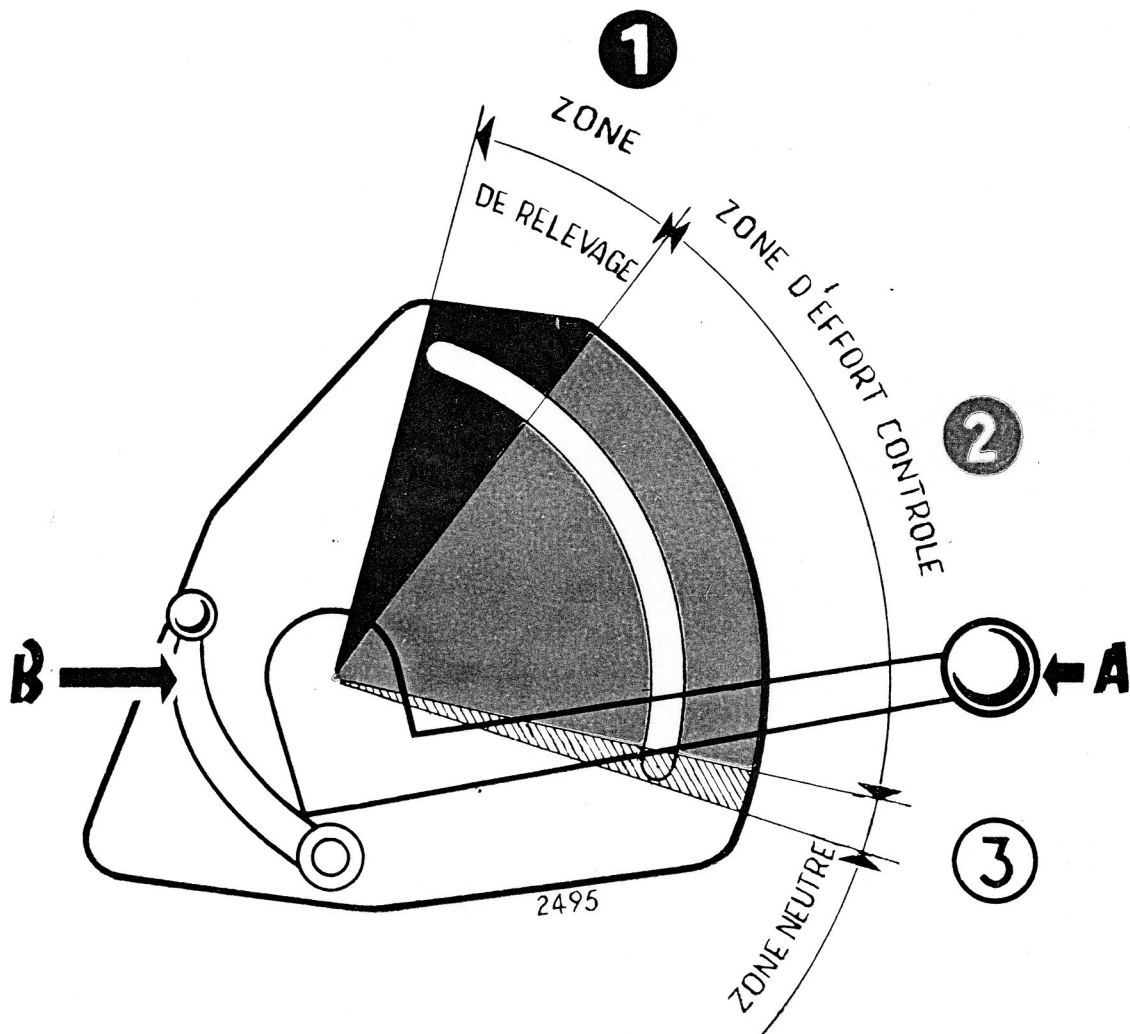

FIG. 14. — Action du levier de commande du relevage.
1) PRINCIPE DE FONCTIONNEMENT (FIG. 14 et 15)
Si le levier de commande du relevage était toujours amené en bas de zone (**2** fig.14) du secteur, l'outil travaillerait continuellement à la profondeur maximale, ceci en fonction de la plus ou moins grande résistance qu'offrent les différents sols à son passage.